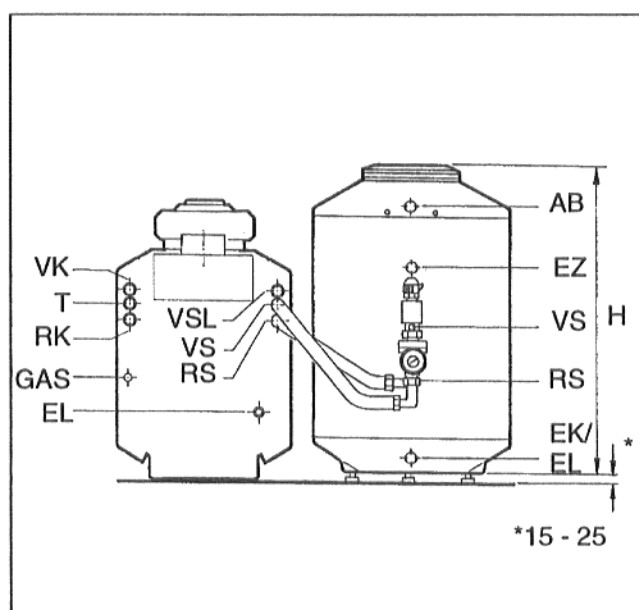

Fig. 2 Vista posteriore; collegamenti come nello stato di consegna
1. Come previsto nello stato di consegna secondo la Fig. 2.
Legenda relativa alle Figure 2 e 3: